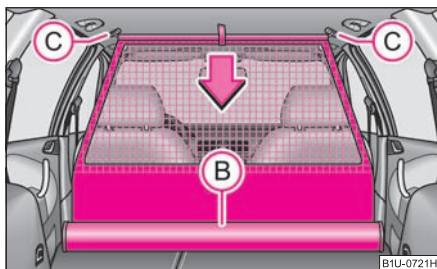

Fig. 78 Enrollar la red de separación
- Tire de la barra transversal un poco hacia atrás, primero en un lado y seguidamente en el otro lado, y saque la barra transversal de los alojamientos (C) ⇒ fig. 78.
- **Mantenga** la barra transversal de tal modo, que la red divisoria del maletero pueda enrollarse lentamente y sin daños en la caja (B).